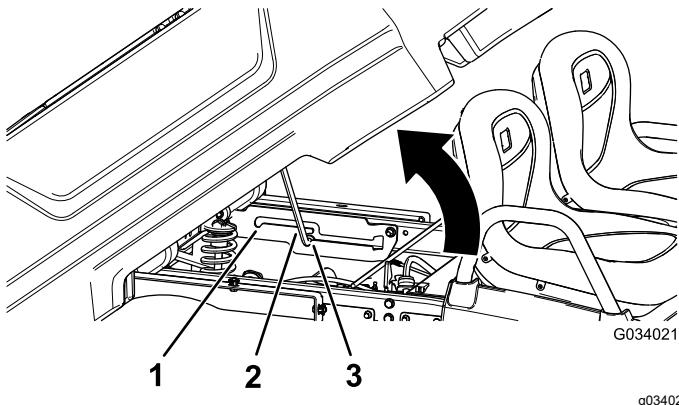

Рисунок 12
2. Введите опорную стойку в паз с фиксацией, закрепляя кузов в положении разгрузки (Рисунок 12).
2. Введите опорную стойку в паз с фиксацией, закрепляя кузов в положении обслуживания (Рисунок 12).
2. Вытяните опорную стойку из паза с фиксацией (Рисунок 12).